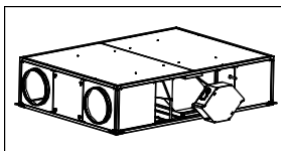

Рис. 2
3. Обережно витягніть байпас (рис. 2).